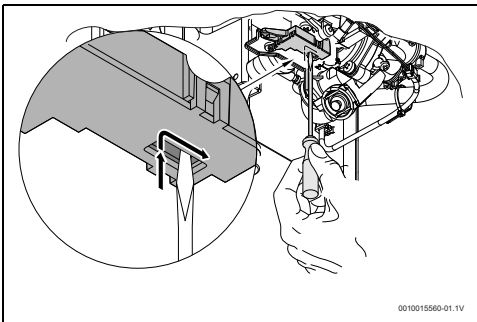

Fig. 29 Reset del microinterruttore
- ▶ Posizionare il microinterruttore secondo la fig. 29.